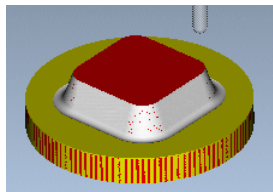

图 3.15.10 运行结果
Step1. 在设计树中选中MILL1 选项，右击，在弹出的快捷菜单中选择材料移除模拟命令，系统弹出“VERICUT 7.1.5 by CGTech”窗口，单击按钮，运行结果如图 3.15.10 所示。